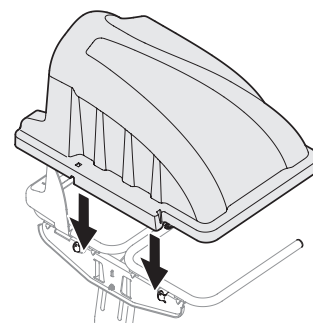

Figure 14
5. Installez le couvercle du bac récupérateur sur le support des sacs comme indiqué dans la Figure 14. Placez le couvercle en plastique sur les deux encoches de montage.